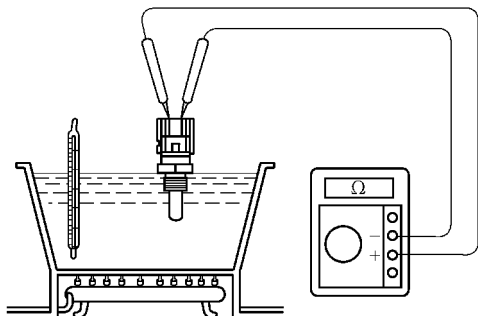

图 5-60 测量冷却液温度传感器电阻
2) 车下检查。拔下冷却液温度传感器导线插接器插头, 然后从发动机上拆下传感器。如图 5-60 所示, 将该传感器置于烧杯内的水中, 加热杯中的水, 同时用万用表欧姆档测量在不同水温条件下冷却液温度传感器两接线端子间的电阻值。将测得的值与标准值相比较。如果不符合标准, 则应更换冷却液温度传感器。